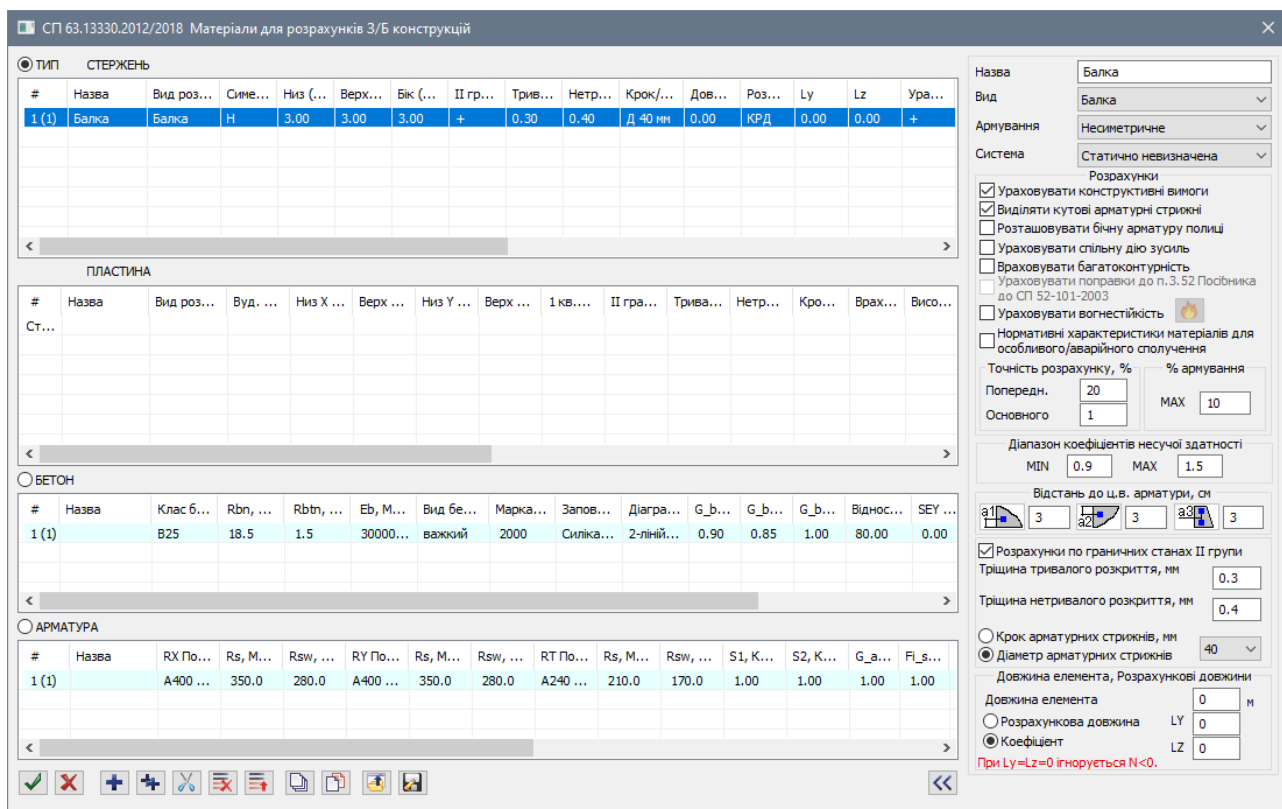

Рис. 19.14. Діалогові вікна **Матеріали для розрахунку 3/Б конструкцій**
- На екран виводиться діалогове вікно **Матеріали для розрахунку З/Б конструкцій** (рис. 19.14), в якому натисніть по першому рядку у списку **ТИП: СТЕРЖЕНЬ** і після цього у правій частині вікна задайте наступні параметри для балок: